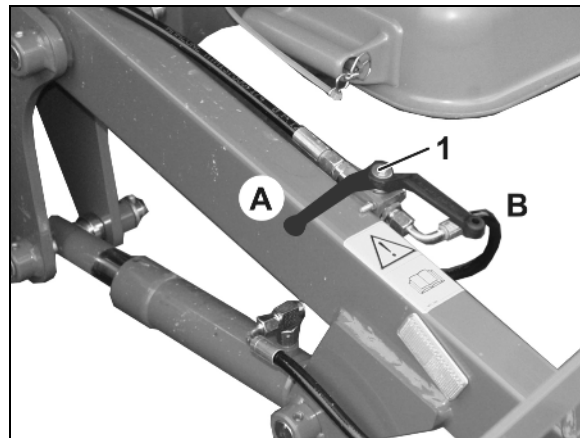

Fig. 98
3. Absperrhahn (Fig. 98/1) in Position **B** bringen.